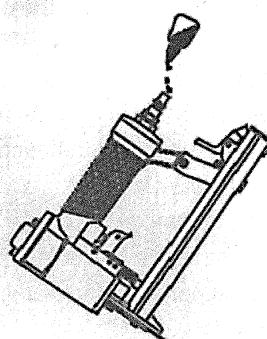

Figure 2
- Überprüfen Sie ob das Gerät Öl muss. Wenn erforderlich, setzen 2 Tropfen Öl in den Air-Adapter (#72) wie dargestellt in Abbildung 2.
- Check to see if the device oil needs. If necessary, put 2 drops of oil in the air adapter (#72) as shown in Figure 2. If you used an automatic in-line Oiler: check and add oil if necessary.
- Vérifier si l'appareil a besoin d'huile. Si nécessaire, mettre 2 gouttes d'huile dans l'adaptateur d'air (#72) comme illustré à la Figure 2.